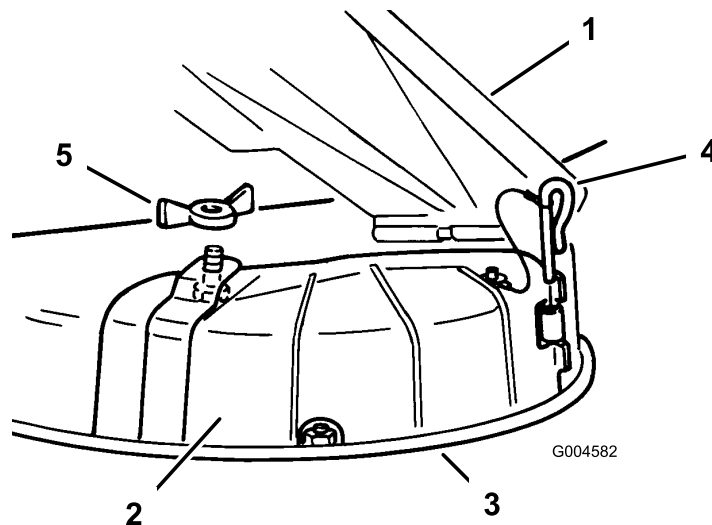

Figura 22
- Retire la tuerca de orejeta y la abrazadera que sujetan la tapa (Figura 22).
- Retire el pasador de la bisagra que sujeta la tapa a la carcasa (Figura 22).
3. Levante el deflector de hierba y coloque la tapa de descarga sobre la abertura, en el borde inferior del cortacésped, e introdúzcala en la bisagra delantera (Figura 22).
4. Coloque el pasador en la bisagra (Figura 22).
5. Fije la tapa de descarga al cortacésped con la tuerca de orejeta (Figura 22).